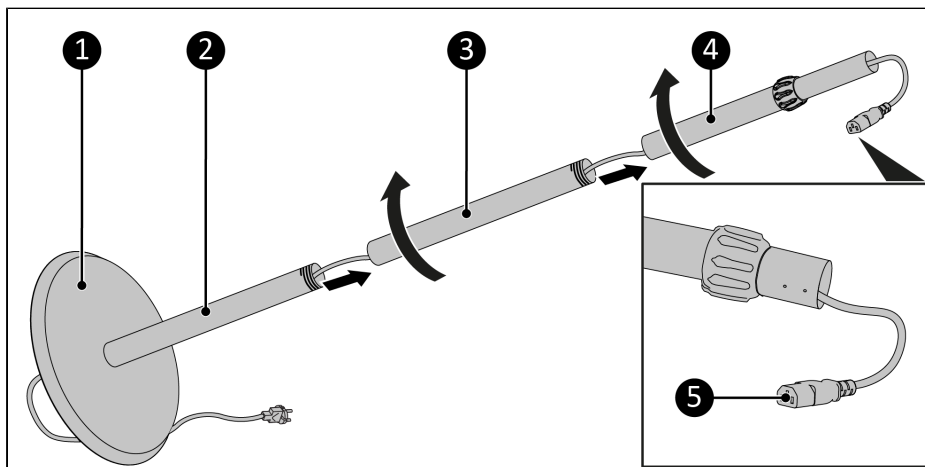

Figur 69.
1. Spænd justeringsknappen (Figur 69, pos. 1) fra det justerbare rør. Dette forhindrer, at det indvendige rør falder ud under montering.